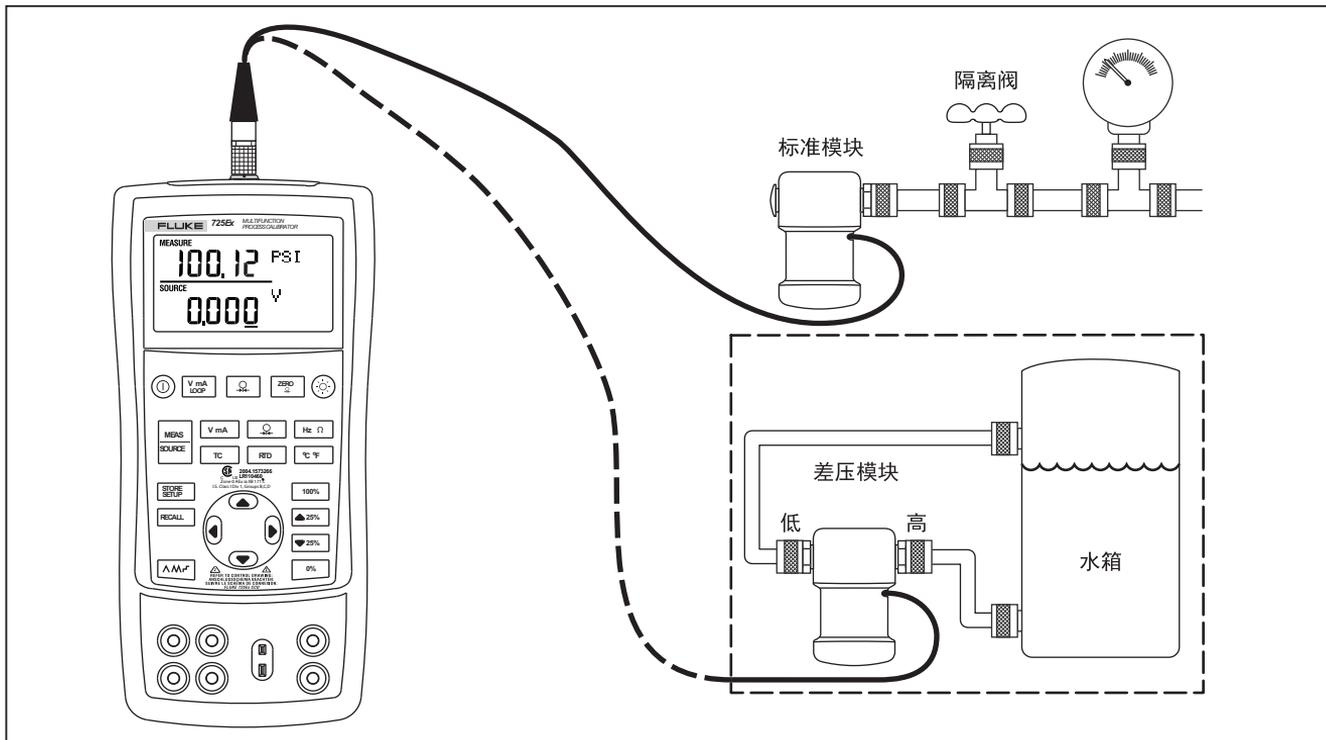

图 13.用于压力测量的连接
1. 将压力模块连接到校准器，如图 13 所示。压力模块上的螺纹可接受标准的  $\frac{1}{4}$  NPT 管配件。如果必要，使用随附的  $\frac{1}{4}$  NPT 至  $\frac{1}{4}$  ISO 转接器。